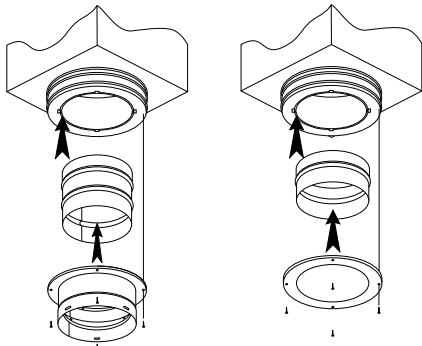

Figure 2
• **Adaptateurs d'anneau de garniture (Figure 2)**